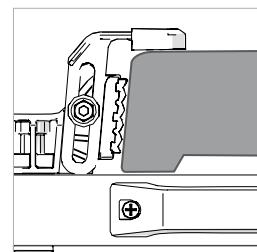

Fig. 19
Si la base de su sierra NO tiene un reborde que sobresale por debajo de la mordaza, entonces se DEBE fijar la mordaza secundaria para asegurar la base desde la parte superior. (**Fig. 19**)
- En caso necesario, ajuste las mordazas secundarias para proporcionar una mejor ubicación positiva y agarre adicional a la superficie superior de la base de la sierra tronzadora. (**Fig.19**) Apriételas en posición usando la llave hexagonal suministrada.